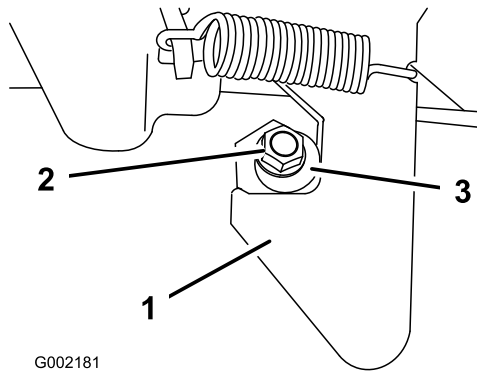

Bild 25
1. Lösen Sie die Mutter am Ende des Verriegelungspfosten (Bild 25).
- Drehen Sie den Verriegelungsposten nach rechts, bis er am Riegel anliegt. Ziehen Sie dann die Mutter fest (Bild 25).